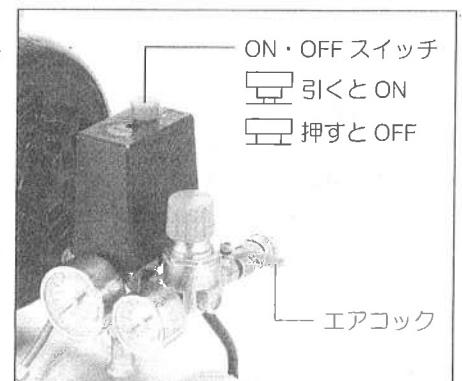

図6
■赤色のON・OFFスイッチのボタンは振動により振れることがありますが問題はありません。（図6参照）